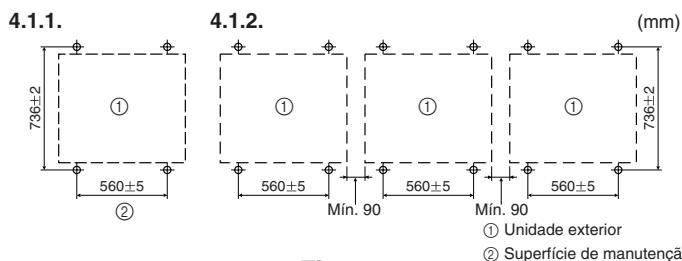

Fig. 4-1
4.1.1. Quando instalar uma só unidade exterior (Fig. 4-1)